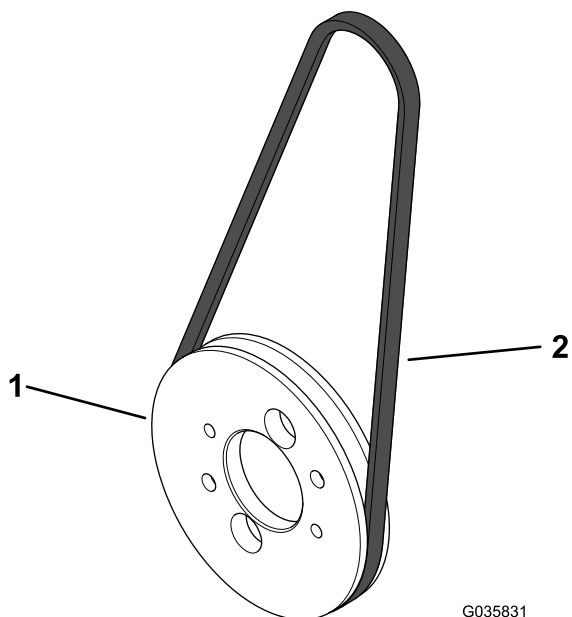

Figura 6
1. Instale la correa del alternador en la polea del alternador (Figura 6).